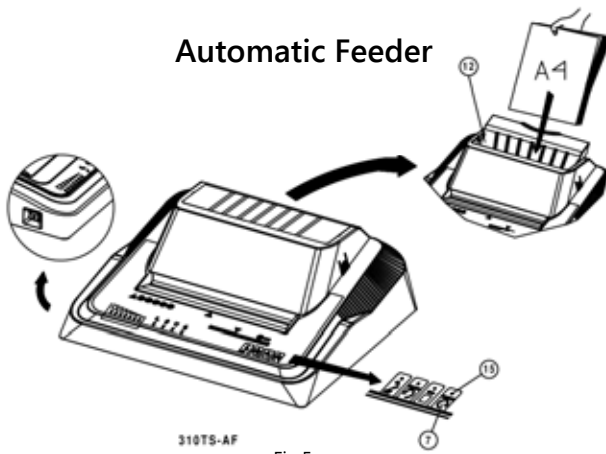
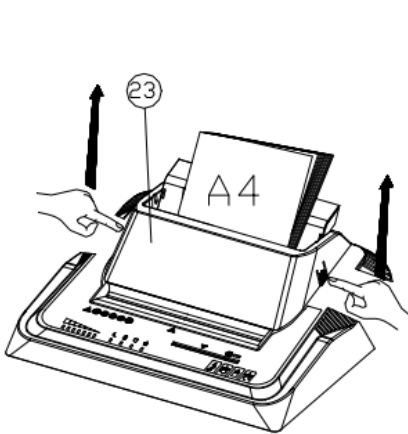
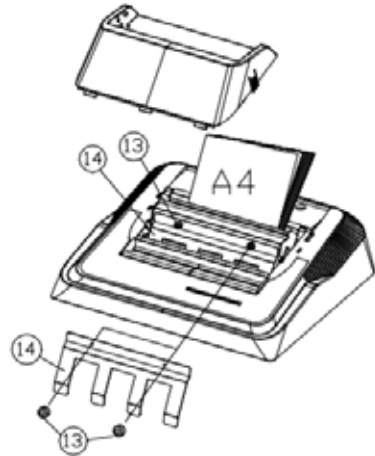

Fig.5
Fig.6
Fig.7
DISTRUZIONE DI FOGLI CON IL SISTEMA ALIMENTATORE AUTOMATICO FIG.5, FIG.6, FIG.7
Inserire i fogli nell'imbocco (12) dell'alimentatore automatico spingendo fino a fondo corsa come indicato in Fig.5, il led (15) inizia a lampeggiare. Quindi premere il tasto FORWARD (7), la macchina avvia la distruzione della carta, e a distruzione ultimata dei fogli inseriti si arresta automaticamente.
- rimuovere i due pomelli (13) come indicato in fig. 7 e rimuovere la paratia (14);